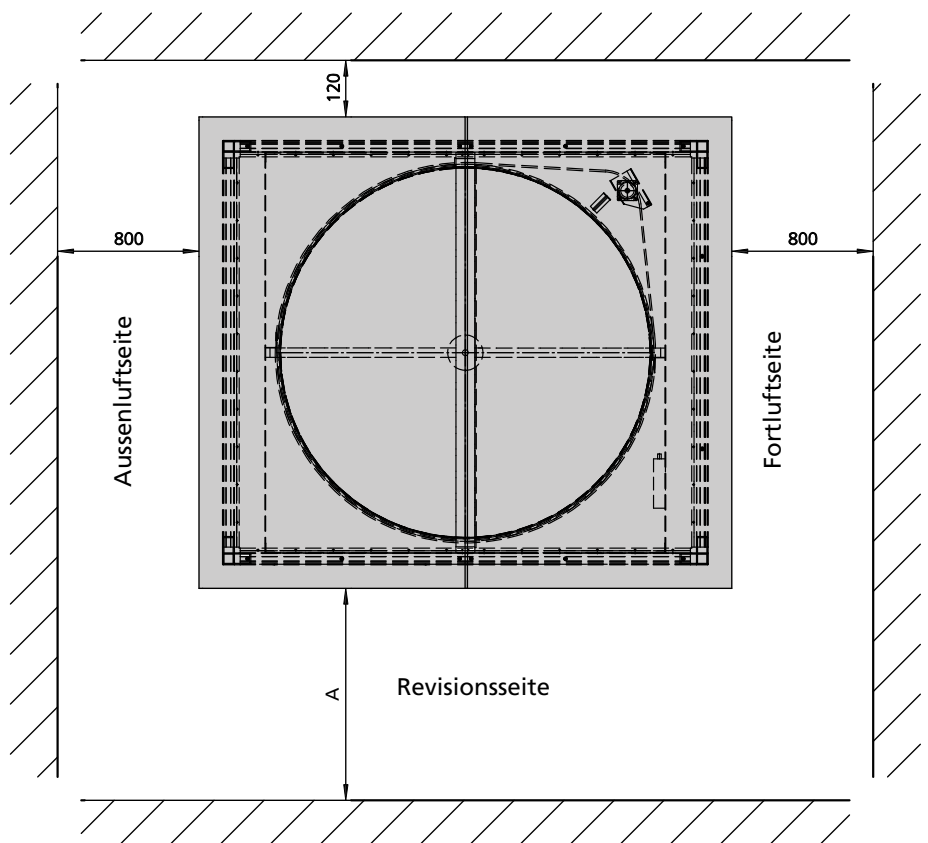

Abb. 3: Draufsicht KaCompact mit Mindestabständen (bei der Aufstellung berücksichtigen)
- links und rechts zu Wartungszwecken (Filterwechsel, Ventilator) min. 800 mm, auch für ausreichende Luftzufuhr, -abfuhr, siehe Abb. 3 mit Draufsicht und Maßen,